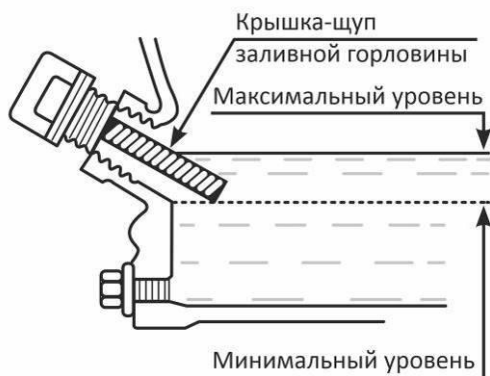

Рис. 10. Определение уровня масла в картере
1. Открутите и извлеките крышку-щуп маслосазливной горловины (Рис. 10).